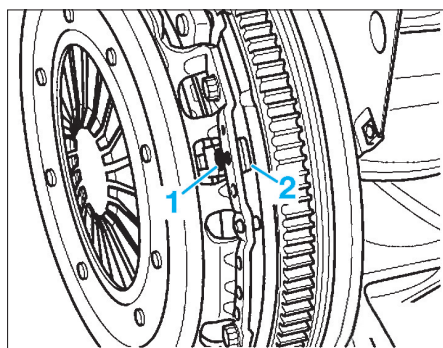

Fig. 2
Sur le montage Sachs, lors du dévissage, la butée (2) doit être dégagée du goujon (1). Dans le cas contraire, pousser le goujon vers le volant moteur (Fig.2).